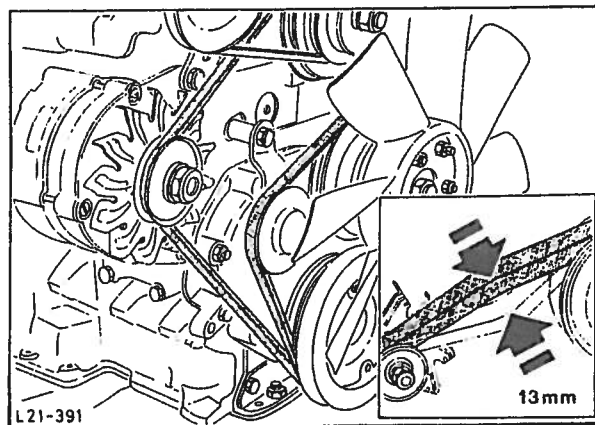

Fig. 156 Justering av tilstramming på drivremmer for vekselstrømsdynamo og vifte.
10. Monter viften. Sett på vifteremmen og juster tilstrammingen med spennhjulet, fig. 156.